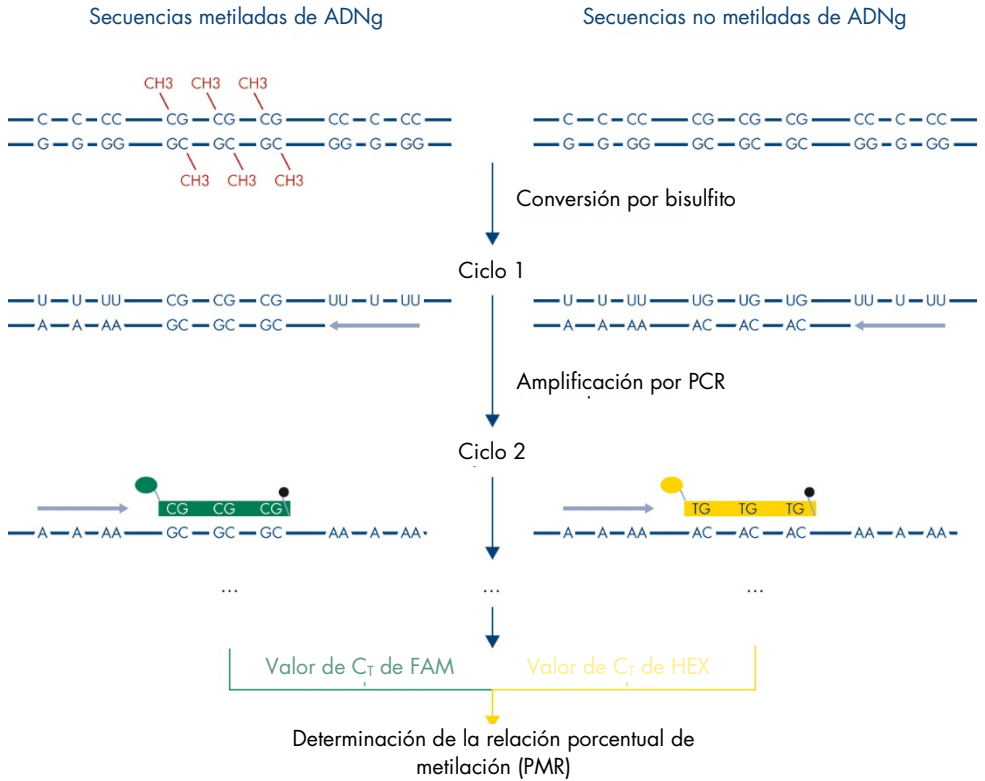
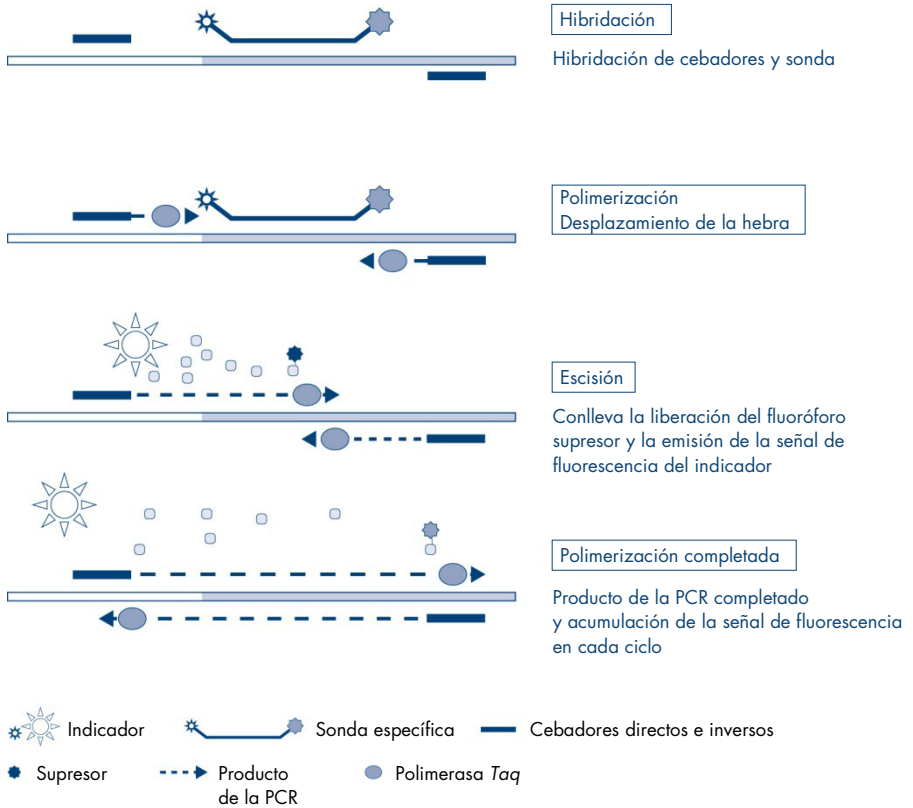

Figura 2. Principio del ensayo del kit *therascreen* PITX2 RGQ PCR.
Figura 3. Principio del ensayo de PCR en tiempo real de TaqMan.
El ensayo del kit *therascreen* PITX2 RGQ PCR aprovecha el principio de hidrólisis de oligonucleótidos de qPCR de las sondas TaqMan®, en combinación con cebadores no específicos de metilación (Figura 2, página siguiente). Este ensayo utiliza un par de cebadores que amplifican todas las secuencias diana de conversión por bisulfito. Se obtienen dos señales distintas con esta amplificación mediante el uso de dos sondas TaqMan marcadas con dos fluoróforos distintos. Estas sondas, formadas por oligonucleótidos marcados con un fluoróforo indicador en el extremo 5' (FAM™ o HEX™) y un fluoróforo supresor en sentido descendente en el extremo 3', se hibridan con secuencias diana dentro del producto de la PCR. Una sonda es específica de las secuencias de ADNbis de secuencias metiladas, teñidas con FAM. La otra es específica de las secuencias de ADNbis de secuencias no metiladas, teñidas con HEX. El análisis mediante qPCR de TaqMan aprovecha la actividad de la exonucleasa 5'→3' de la ADN polimerasa *Thermus aquaticus* (*Taq*). Cuando la sonda está intacta, la proximidad del fluoróforo indicador al fluoróforo supresor provoca la supresión de la fluorescencia del indicador debido, principalmente, a la transferencia de energía de tipo Förster. Durante la PCR, si la diana que nos interesa está presente, tanto el cebador directo como el inverso se hibridan específicamente con la sonda y la rodean. Se bloquea el extremo 3' de la sonda para evitar la extensión de la misma durante la PCR (Figura 3, página 11). Durante la fase de polimerización, la actividad de la exonucleasa 5'→3' de la ADN polimerasa escinde la sonda, lo que causa la liberación del fluoróforo supresor y la emisión de la señal de fluorescencia del indicador. A continuación, los fragmentos de la sonda se separan de la diana y continúa la polimerización de la hebra. Este proceso tiene lugar en cada ciclo y no interfiere en la acumulación exponencial del producto (Figura 3, página 11). El aumento de la señal de fluorescencia se detecta únicamente si la secuencia diana es complementaria a los cebadores y la sonda y, por consiguiente, se amplifica durante la PCR. El valor de C_T es el ciclo de PCR en el que la fluorescencia de una determinada reacción cruza los valores umbral predefinidos (determinados con el software *therascreen* PITX2 Assay Package).
Los resultados del ensayo del kit *therascreen* PITX2 RGQ PCR son dos valores C_T uno para FAM y uno para HEX. Se calcula una PMR a partir del valor ΔC_T entre ambas señales (Figura 2, siguiente página). El cálculo de la PMR se basa en la siguiente fórmula (11):